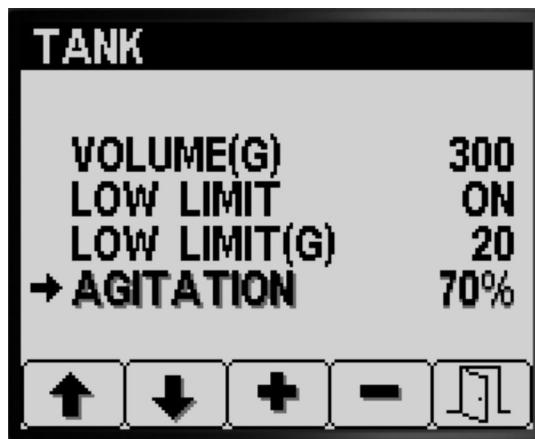

Рисунок 15
- Нажмите кнопку 1 или 2, чтобы перейти к пункту Agitation (Перемешивание) (Рисунок 15).
- Нажмите кнопку 4 для выбора позиции Agitation (Перемешивание) (Рисунок 15).
давление опрыскивания не станет равным первоначальному заданному давлению перемешивания, рассчитанному в пункте 2 (Рисунок 15).